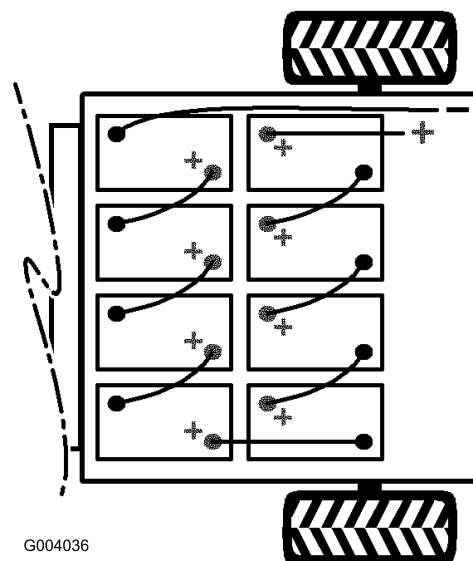

Bild 11
4. Setzen Sie die Batterien ein, siehe Bild 11.
Hinweis: Achten Sie auf die Batteriepolarität, wenn Sie neue Batterien einsetzen (Bild 11).
6. Verbinden Sie die Batterien mit den Batteriekabeln, die in den losen Teilen enthalten sind, siehe Bild 11. Achten Sie darauf, dass die verlegten Kabel nicht mit scharfen Kanten in Berührung kommen.
7. Ziehen Sie die Schraube fest und befestigen Sie die andere Seite des Clips mit einer neuen Schraube (5/16 x 3/4 Zoll) und einer Bundmutter (5/16 Zoll) (Bild 11)
8. Schließen Sie das lange, rote, positive Kabel zwischen dem Batterieverteiler und dem Fahrzeug an (Bild 11).
9. Schließen Sie das lange, schwarz, negative Hauptkabel zwischen dem Batterieverteiler und dem Fahrzeug an (Bild 11).